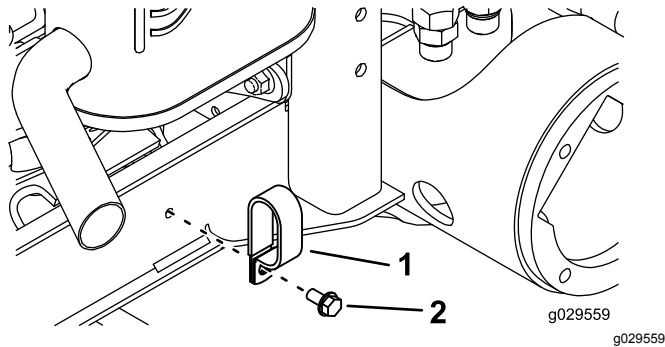

Bild 32
4. Entfernen Sie die Schraube, mit der die Schlauchklemme am Rahmenkanal an der rechten Seite der Maschine befestigt ist (Bild 32).